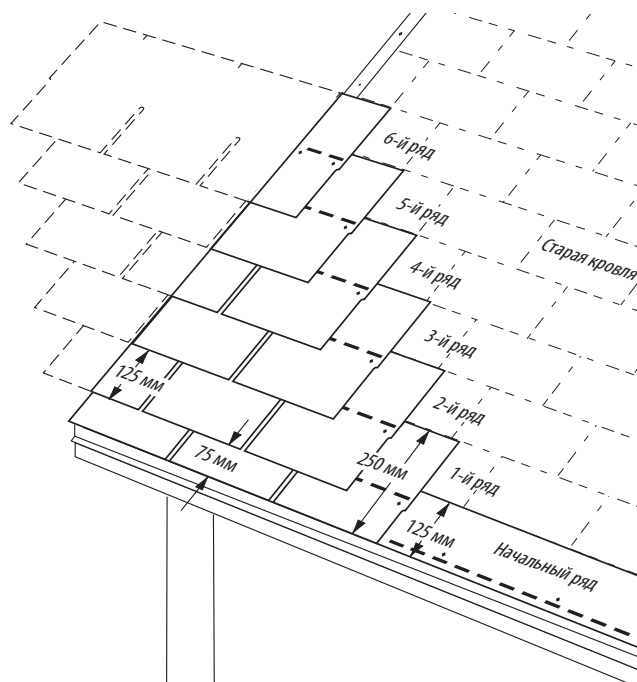

Рис. 10-20. Шесть вверх, на шесть обрезка, встык.
2. Отрежьте 15,2 см с любой стороны первого гонта начального ряда и уложите его поверх первого ряда старых гонтов, в левом нижнем углу крыши (Рис. 10-20).
1. Для укладки первого ряда используйте полосовые гонты размером 25,4 x91,4 см, изготовленные путём обрезки язычков стандартных гонтов в нижней части на 5 см (Рис. 10-20).
1. Отрежьте 15 см с левого края целого гонта. Уложите верхнюю кромку этого куска гонта размером 30x76 см встык с нижней кромкой гонта старого четвертого ряда. Выровняйте левый край с левым краем первого ряда (Рис. 10-20).
2. Уложите этот кусок гонта длиной 61 см на второй ряд, оставив язычки гонтов второго ряда открытыми на 12,7 см. Верхняя кромка нового гонта в этом ряду должна соединяться встык с нижней кромкой пятого ряда старых гонтов (Рис. 10-20).